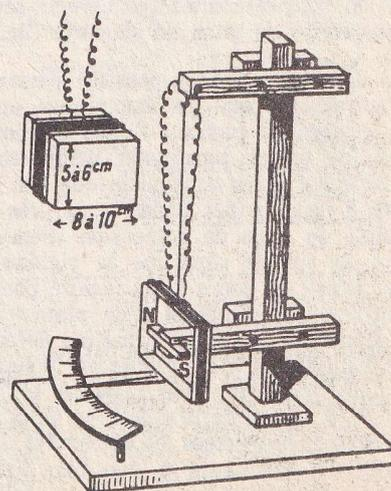

Fig. 5 : Réalisation aisée d'un galvanomètre à cadre mobile.
### V — Réalisation d'un galvanomètre à cadre mobile (fig. 5)
**Réalisation du cadre mobile :** sur une boîte en bois ou en fer blanc ayant environ comme dimensions 8 à 10 cm de largeur sur 5 à 6 cm de hauteur, l'on enroule une bande de papier fort de 10 à 15 mm de largeur faisant un ou deux tours collés entre eux, puis sur le papier l'on enroule en tours serrés du fil de cuivre de 15 à 20 centièmes de mm de diamètre, isolé à l'émail ou à la soie (fil de bobinage, c'est-à-dire très souple). Le nombre de tours du fil en question, doit être au moins d'une centaine ; ils doivent être bobinés au milieu de la bande de papier (fig. 5, en haut et à gauche) ; les deux extrémités de l'enroulement sont ligaturées vers le milieu du grand côté du cadre avec du fil à coudre, et l'on rabat sur l'enroulement les côtés de la bande de papier qui le dépassent, une fois qu'ils auront été convenablement relevés de façon à former une bobine dans laquelle se trouvera enfermé l'enroulement ; la bande de papier étant rabattue sur l'enroulement, on la fait adhérer à ce dernier en utilisant de la colle (cette dernière doit être du type cellulosique, à l'exclusion de tout autre) ; ces opérations étant terminées, l'on fait glisser le cadre ainsi constitué le long de la boîte auquel il ne devra pas adhérer, et l'on obtiendra ainsi un cadre suffisamment rigide pour pouvoir conserver sa forme plate et rectangulaire.
**Réalisation du galvanomètre à cadre mobile :** à l'aide de fil à coudre en lin ou en soie, l'on fait une ligature au milieu d'un des grands côtés du cadre (fig. 5) en laissant un bout disponible (ce dernier sert à le suspendre au piton du support) (fig. 5).
La dernière opération consiste à enrouler en spirale (ce que les électriciens appellent « queue de cochon » !), les extrémités du fil de cuivre constituant l'enroulement en dénudant leurs extrémités que l'on connecte à deux bornes fixées aussi près que possible du piton de suspension (l'enroulement en spirale supprime la rigidité du fil et laisse au cadre toute facilité pour se mouvoir). En disposant d'un aimant plat au centre du rectangle formé par le cadre et parallèlement à ce dernier en le supportant lui aussi par une traverse en bois (fig. 5), il suffira de brancher les deux bornes où sont connectées les extrémités du fil conducteur du cadre à une pile (même ayant une tension extrêmement faible), pour voir le cadre tendre à se mettre en croix avec l'aimant. L'on termine le galvanomètre en collant une aiguille très légère
au milieu du grand côté du cadre, opposé aux fils de connexion, et face à elle l'on fixe sur le socle du support un cadran gradué (fig. 5).